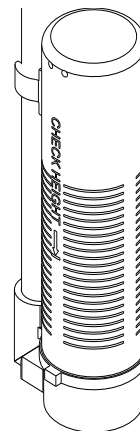

Figure 2 Clapet d'injection d'air secondaire résidentiel
- Ajoutez de l'eau jusqu'à environ 25 mm (1 po) au-dessus de la grille. Si aucune grille n'est utilisée, remplissez le bac à sel jusqu'en haut du clapet d'injection d'air secondaire (figure 2). N'ajoutez pas de sel dans le bac à ce stade.